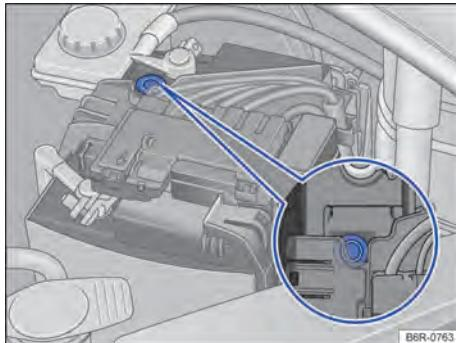

Fig. 139 No compartimento do motor: exemplo de posição do visor no lado superior da bateria do veículo. B6R-0763
- O visor redondo → Fig. 139 na parte superior da bateria do veículo muda de cor conforme o nível do eletrólito.